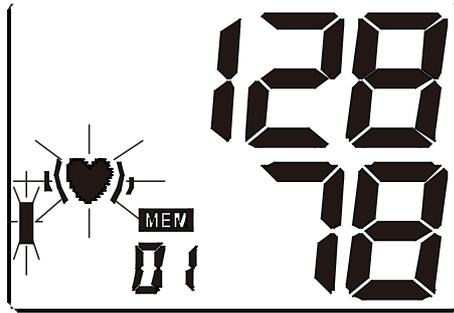
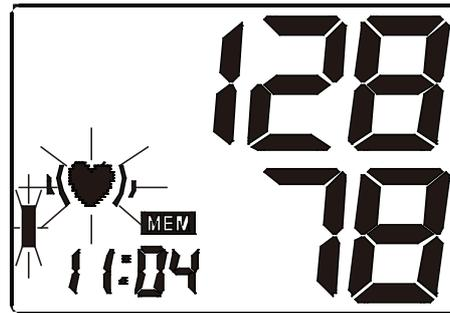

Figura 7-6
Figura 7-7
- d. Mentre il valore medio è visualizzato, premere il pulsante "MEM" per visualizzare il risultato più recente. Vedere figura 7-6. Successivamente, il display visualizzerà la pressione sanguigna e la frequenza cardiaca separatamente. Se è rilevato un battito irregolare, il display inizierà a lampeggiare. Vedere figura 7-7 & 7-8. Premere nuovamente il pulsante "MEM" per rivedere il risultato successivo. Vedere figura 7-9. In questo modo, premendo ripetutamente il pulsante "MEM" si ottiene la visualizzazione dei rispettivi valori misurati precedentemente.